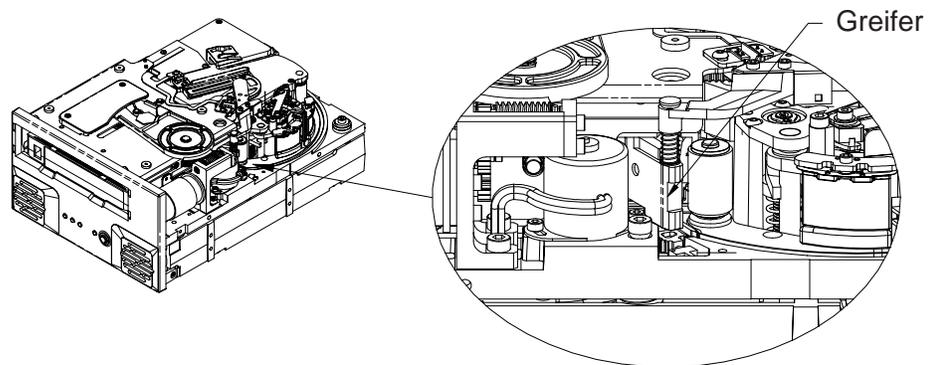

Abbildung 21: Diagramm der Unterseite des Viper 200-Laufwerks mit dem Bandgreifer an der Kassette
9. Schieben Sie den Greifer vorsichtig nach hinten in Richtung der Kassette (siehe Abbildung 21).